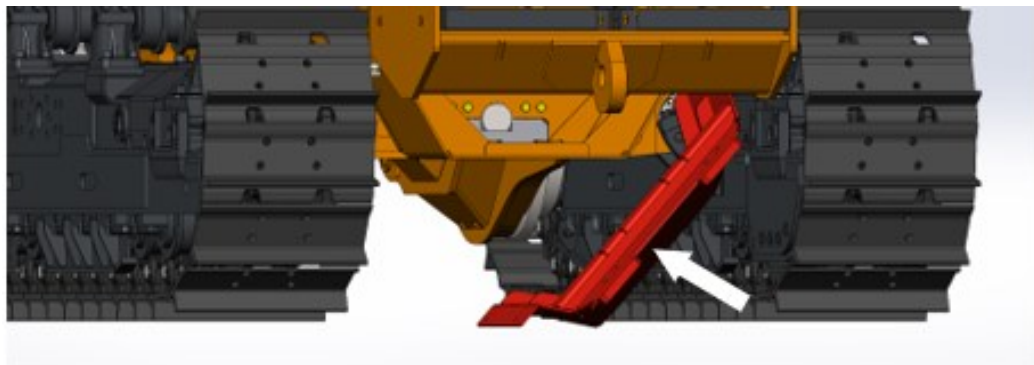

Рисунок 5.62. Откидывающаяся крышка передней брони
- ▶ Открыть крышку передней брони для удобства доступа и слива охлаждающей жидкости рис. 5.62.